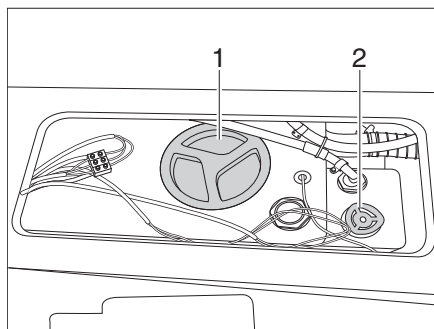
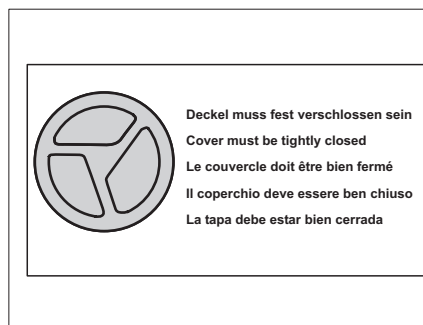
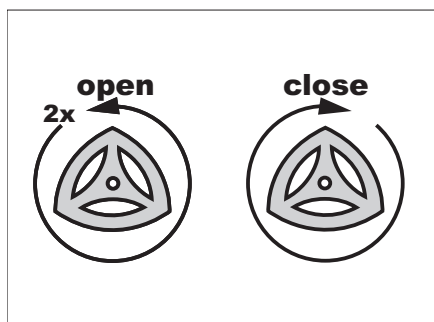
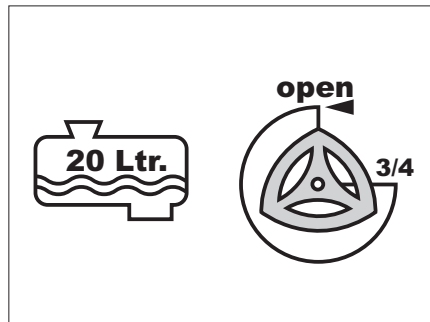

Bild 111 Wassertank
Bild 112 Warnschild Verschlussdeckel
Bild 113 Wassertank füllen - ablassen
Bild 114 20 l-Maximal-Befüllung
- ▶ Am Wassertank befinden sich 2 Verschlussdeckel (Bild 111, 1). Überprüfen Sie vor der Fahrt, ob **beide** Verschlussdeckel geschlossen sind. Warnschild (Bild 112) beachten.
- Stellrad (Bild 111, 2) im Uhrzeigersinn bis zum Anschlag drehen. Die Ablassöffnung im Wassertank geschlossen.
- Verschlussdeckel (Bild 111, 1) wieder auf den Wassertank schrauben.
- Stellrad (Bild 111, 2) 2 Umdrehungen gegen den Uhrzeigersinn drehen (siehe auch Bild 113). Die Ablassöffnung im Wassertank wird geöffnet und das Wasser wird abgelassen.
- Stellrad (Bild 111, 2) eine 3/4-Umdrehung gegen den Uhrzeigersinn drehen. Das Frischwasser läuft bis auf 20 Liter ab (siehe auch Bild 114).
- Stellrad (Bild 111, 2) 2 Umdrehungen gegen den Uhrzeigersinn drehen.